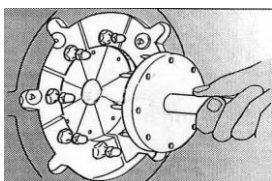

Figure 1.
- (1) Avant l'installation des mors, assurez-vous que les matrices mères sont propres.
- (2) **ARRETEZ LE MOTEUR AVANT LE NETTOYAGE DES MORS.**
- (3) Démarrez le moteur et sélectionnez le mode *manuel*.
- (4) Réglez le sélecteur de diamètre de sertissage sur 0,0.
- (5) Ouvrez les matrices mères.
- (6) Insérez les épingles de l'outil dans le jeu de mors dans le casier, tournez l'outil dans le sens des aiguilles d'une montre et retirez le jeu complet (Figure 1).
- (7) Tenez le manche de l'Outil de Changement Rapide comme montré sur la figure 1 et veillez à ce que votre main ne se retrouve pas entre les mors.